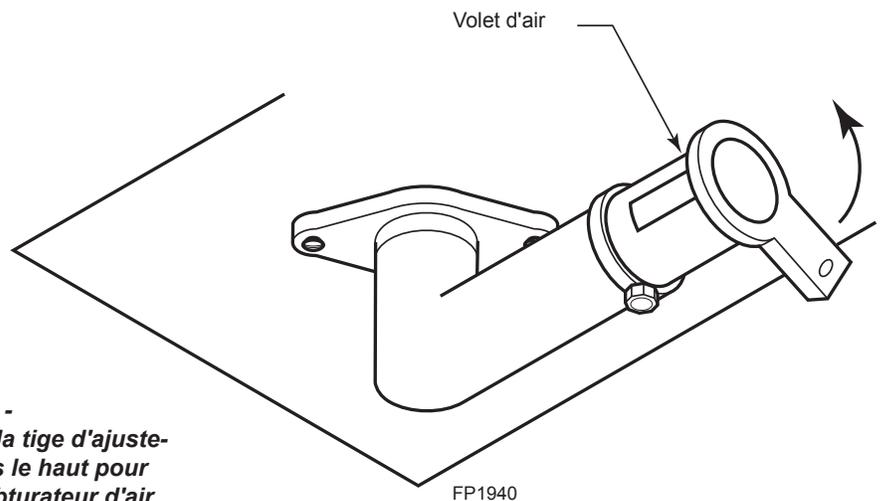

Figure 29 -
2. Retirez le support de bûche en enlevant les deux (2) vis à l'arrière et la vis sur chaque paroi latérale.
3. Retirez les quatre (4) vis qui maintiennent le brûleur en place et faites glisser le brûleur vers la gauche, puis le haut, hors de l'unité pour libérer l'accès à l'obturateur d'air du venturi.
- Pour augmenter le mélange d'air, ouvrez davantage l'obturateur d'air. Cela réduira la formation de suie. *Figure 29*